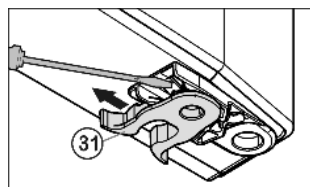

Fig. 7
- ▶ Flytta fjäderklämma Fig. 7 (31): Tryck ner spärrhaken, drag bort fjäderklämman.